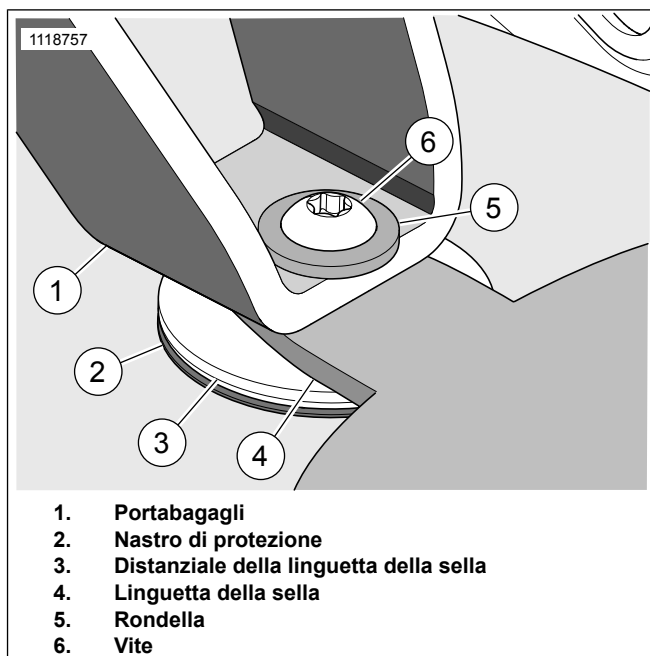
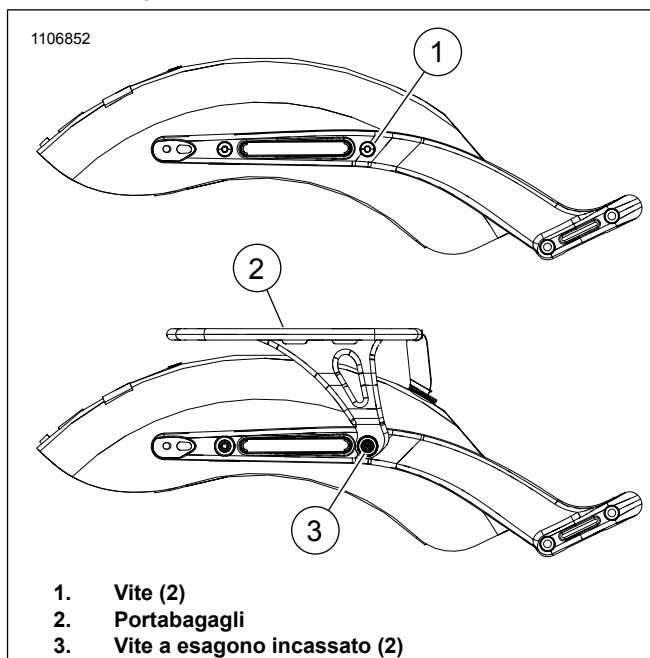

Figura 3. Installazione della bulloneria
Figura 4. Kit 50300120
6. Vedere Figura 3. Collocare il nastro protettivo (2) sulla parte superiore del parafango.
10. Vedere Figura 4. Rimuovere le viti (1) dal parafango.
- Collocare il portabagagli (2) sul parafango.
- Vedere Figura 3. Allineare il foro nel portabagagli (1) con il foro nella linguetta della sella (4).
- Installare senza serrare troppo la rondella (5) e la vite (6).
- Vedere Figura 4. Allineare i fori nella piastra laterale del portabagagli con il parafango.
- Installare senza serrare troppo entrambe le viti ad esagono incassato (3) per mantenere il portabagagli in posizione.
- Rimuovere una vite ad esagono incassato (3) e applicare il frenafili.